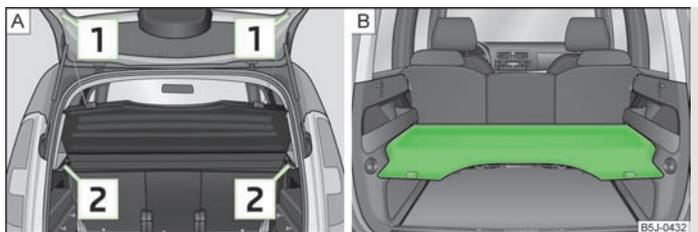

Fig. 45 Smontaggio della cappelliera / cappelliera nella posizione inferiore
- Sganciare i nastri di ritegno  » fig. 45.
La cappelliera può essere applicata anche nella posizione inferiore sugli elementi di sostegno » fig. 45 - .